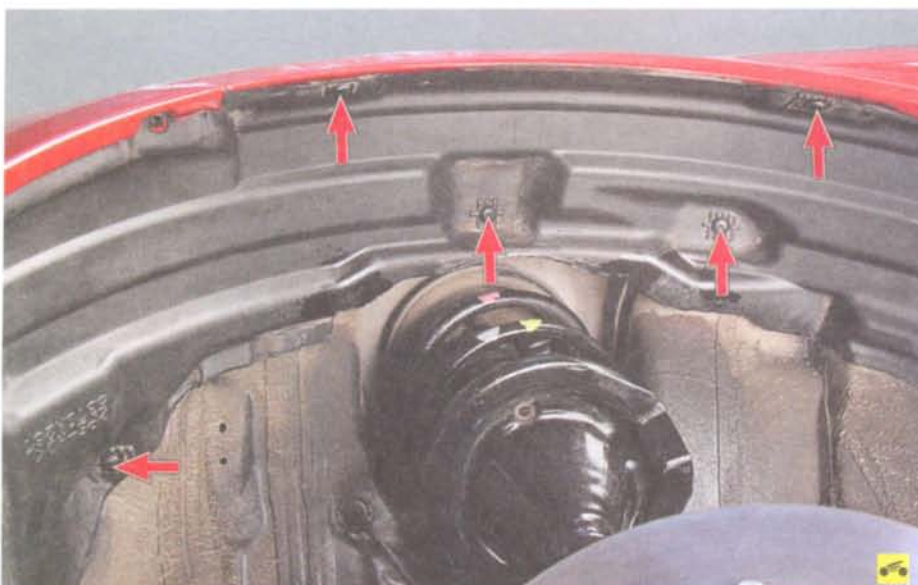

Рис. 11.2. Расположение верхних пистонов крепления подкрылка переднего колеса
10. Поддев отверткой, извлеките фиксаторы пистонов верхнего крепления подкрылка (рис. 11.2)...